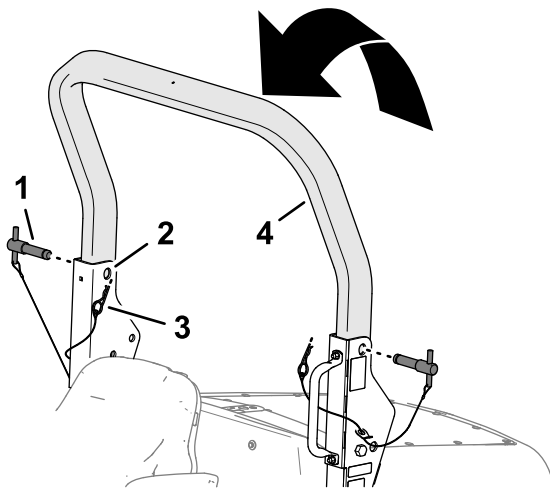

Bild 32
3. Heben Sie den oberen Überrollbügel an, bis die Löcher im Überrollbügel auf die Schwenkhalterungen ausgerichtet sind (**Bild 32**).
- Führen Sie die Überrollbügelstifte durch die oberen Löcher der Schwenkhalterungen und des oberen Überrollbügels (Bild 32).
- Sichern Sie die Überrollbügelstifte mit den Splinten an den Schwenkhalterungen (Bild 32).